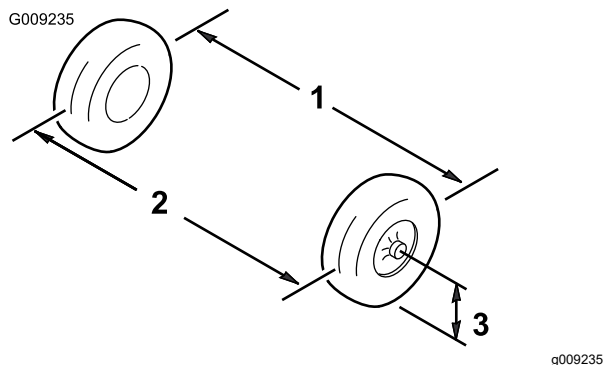

Figura 54
3. Mida la distancia entre los neumáticos delanteros a la altura del eje, en la parte delantera y trasera de las ruedas (**Figura 54**).